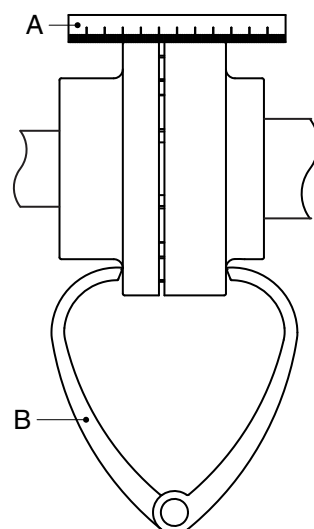

Figura 4: Alinhamento do acoplamento utilizando uma régua e um compasso de espessura.
- 1 Coloque uma régua (A) sobre o acoplamento. Coloque ou retire os calços de cobre que forem necessários para colocar o motor elétrico à altura correta, de modo que o bordo direito fique em contacto com as duas metades do acoplamento ao longo de todo o comprimento. Consulte a figura 4.
- 3 Verifique novamente o alinhamento, utilizando um compasso de espessura (B) em 2 pontos diametralmente opostos nas partes laterais das metades do acoplamento. Consulte a figura 4.